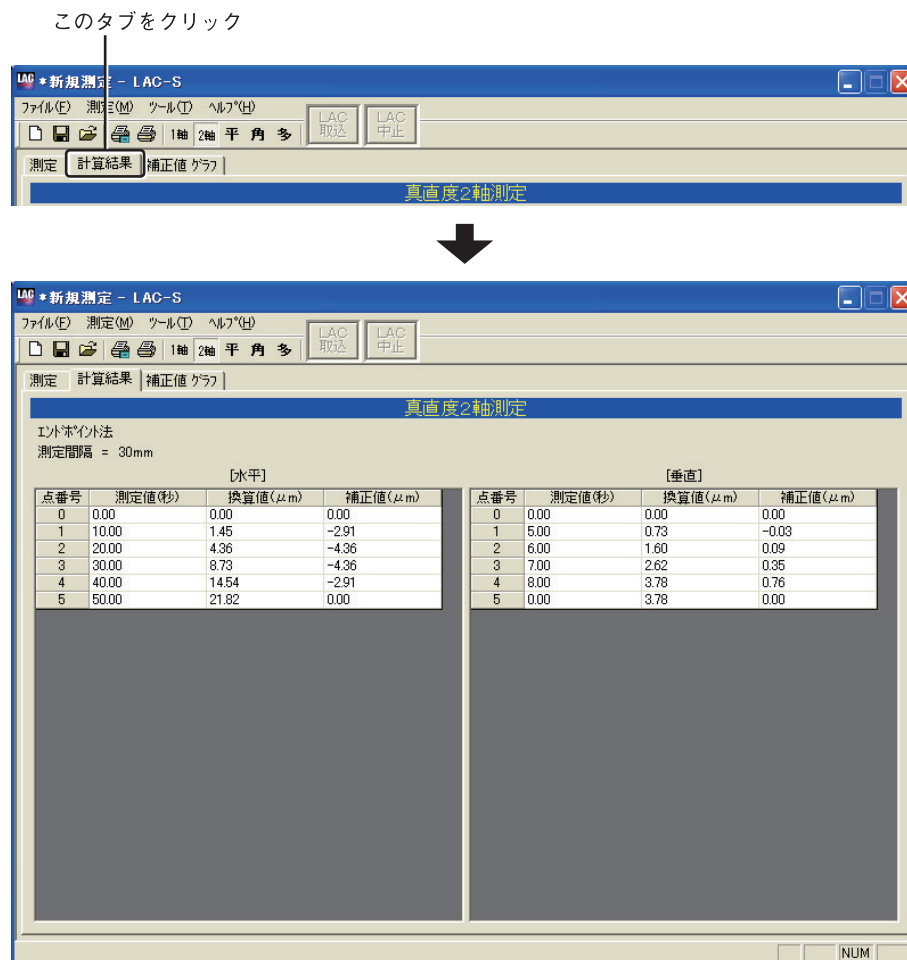

図5-6-11
5.6.2で行った「計算結果」を表示します。真直度2軸測定画面の「計算結果」タブをクリックすると「計算結果」が表示されます(図5-6-11)。